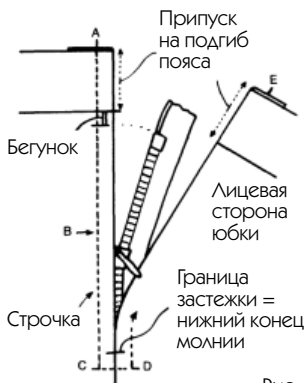

Рис. 271
— Расстегните молнию наполовину и начинайте строчить сверху с левой стороны (от А до В, рис. 271) на расстоянии примерно 0,5 см от края.
4. Прострочите горизонтально от С до D (рис. 271), затем продолжите строчку по другому краю (к Е) также за два захода.